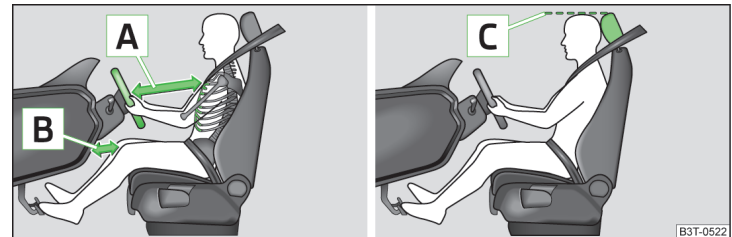

Abb. 1 Richtige Sitzposition des Fahrers / Richtig eingestellte Kopfstütze
- ✓ Bei Fahrzeugen mit Fahrer-Knieairbag den Fahrersitz in Längsrichtung so einstellen, dass der Abstand [B] » Abb. 1 der Beine zur Schalttafel im Bereich des Knieairbags mindestens 10 cm beträgt.
- ✓ Das Lenkrad so einstellen, dass der Abstand [A] zwischen Lenkrad und Brustbein mindestens 25 cm beträgt » Abb. 1. Lenkrad einstellen » Seite 10, *Lenkradposition einstellen*.
- ✓ Die Kopfstütze so einstellen, dass die Oberkante der Kopfstütze sich möglichst auf einer Höhe mit dem oberen Teil Ihres Kopfes befindet **[C]** » Abb. 1.
- ✓ Die Kopfstütze so einstellen, dass die Oberkante der Kopfstütze sich möglichst auf einer Höhe mit dem oberen Teil Ihres Kopfes befindet **[C]** » Abb. 1 auf Seite 9.
- ✓ Die Kopfstütze so einstellen, dass die Oberkante der Kopfstütze sich möglichst auf einer Höhe mit dem oberen Teil des Kopfes befindet [C] » Abb. 1 auf Seite 9.